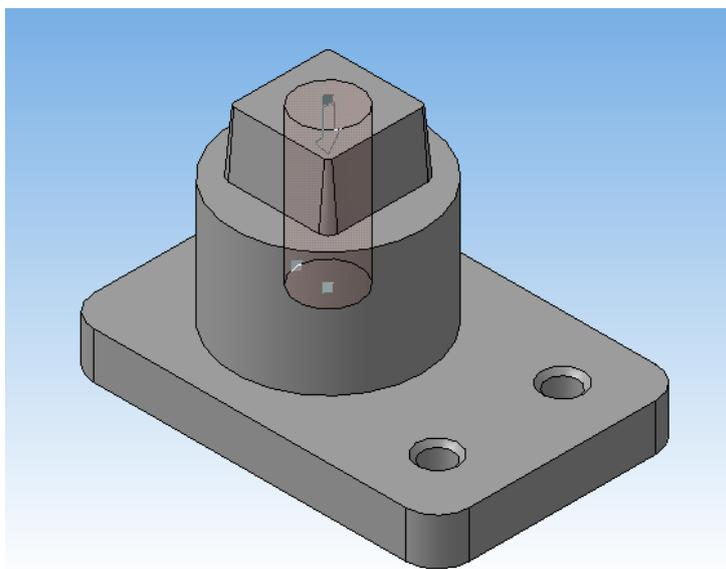

Рисунок 55.
15. Вырезаем отверстие. Нажмите кнопку **Вырезать выдавливанием**  и укажите в параметрах **Прямое направление** и **На расстояние - 50мм** (рисунок 55).